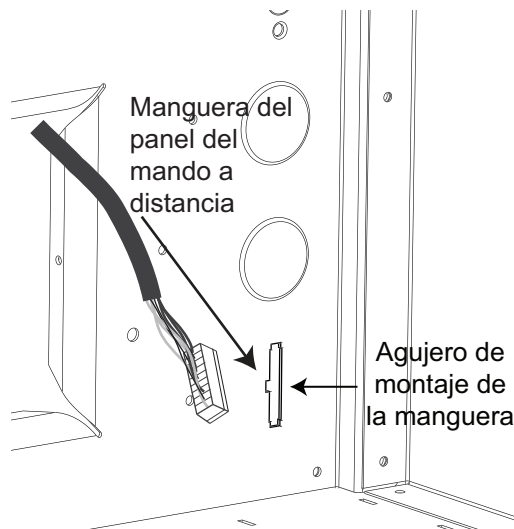

Figura 3: Agujero de montaje de la manguera del mando a distancia
- Inserte el extremo de la manguera del panel del mando a distancia en el agujero de montaje, como se ilustra en la *Figura 3*, hasta oír un chasquido.